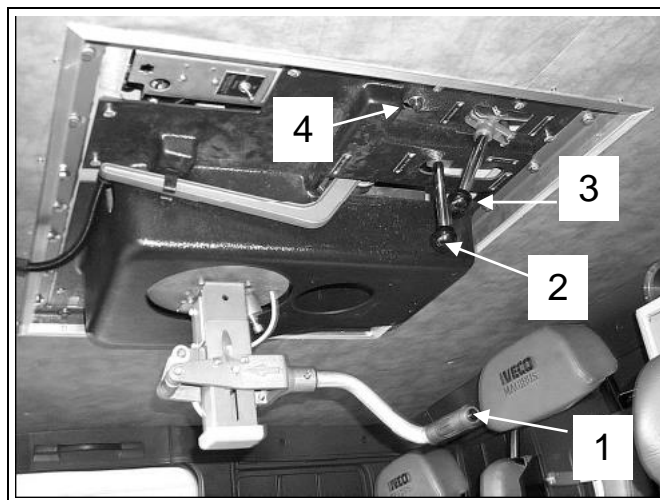

Fig 6.2-5
- Acione o gatilho na alavanca de comando (Fig 6.2-5) (Pos.1).
- A lâmpada-piloto ficará acesa indicando que a válvula de alimentação do canhão está aberta (Fig 6.2-5) (Pos. 4).
- A lâmpada-piloto apagará indicando que a válvula de alimentação do canhão está fechada (Fig 6.2-5) (Pos. 4).
- Uma serve para alterar de modo contínuo a forma do jato do canhão, entre Neblina (spray) e Jato sólido (jet) (Fig 6.2-5) (Pos. 2).
- A outra serve para alterar a vazão do canhão, entre Alta e Baixa (100% ou 50%) (Fig 6.2-5, Pos. 3).